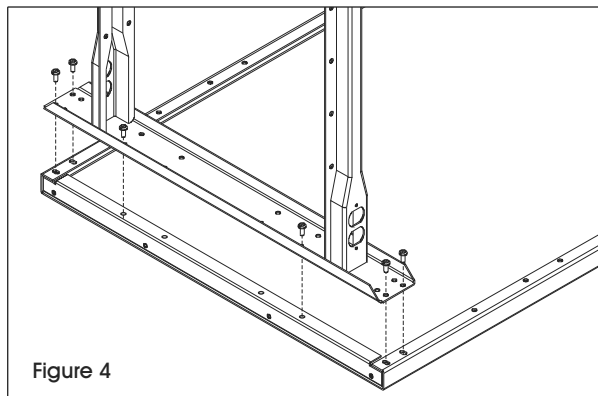

Figure 4
1. Alignez les trous des pieds sur l'extrémité de la surface de la table. Fixez à l'aide de six boulons de 1/4 po-20 x 5/8 po. Chaque extrémité de la surface de table est dotée de douilles filetées. (Voir Figure 4)
1. Alignez les trous des pieds sur l'extrémité de la surface de la table. Sécurez le pied (2) avec huit boulons de 1/4 po-20 x 5/8 po. Des douilles filetées sont fournies. (Voir Figure 4)